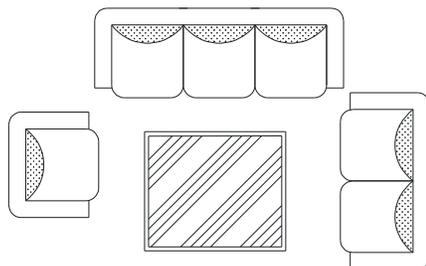

图 2-1-14
**STEP 13** 使用移动命令 MOVE 将填充后的茶几移动到组合的沙发当中，如图 2-1-14 所示。